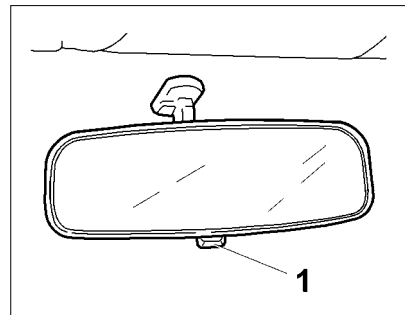

Рис. 19. Внутреннее зеркало
**Внутреннее зеркало** заднего вида регулируется поворотом вокруг шарнирной головки. При ослеплении светом фар движущегося сзади транспорта измените угол наклона зеркала при помощи рычажка 1 (рис. 19). **В варианном исполнении** может устанавливаться внутреннее зеркало без рычажка 1, с противослепляющим покрытием, изменение угла наклона этого зеркала не предусматривается.